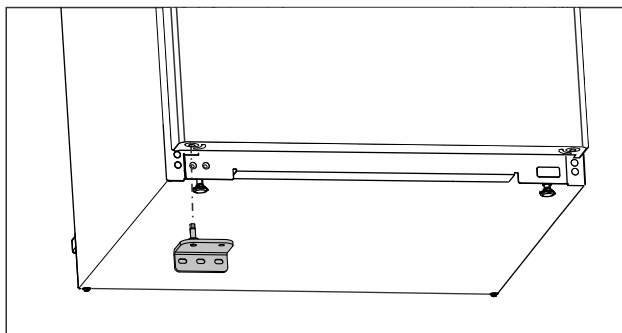

Fig. 24
- Установите нижний опорный кронштейн на противоположной стороне. (см. Fig. 24)